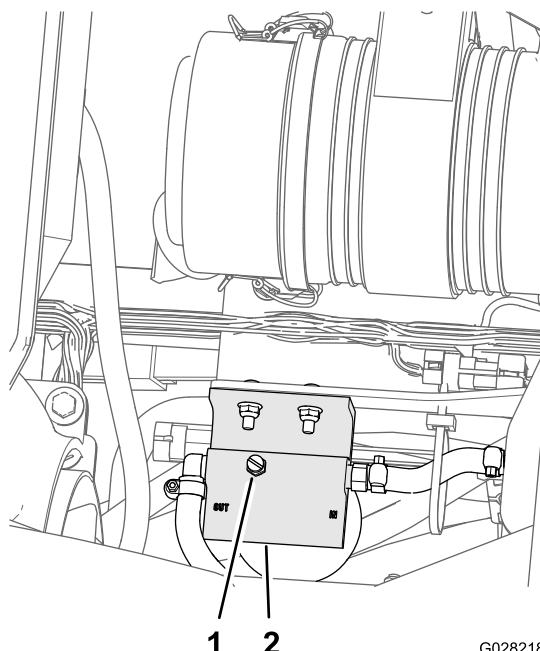

Рисунок 75
5. Ослабьте вентиляционную пробку в верхней части водоотделителя топливной системы (Рисунок 75).
7. Затяните вентиляционную пробку и поверните замок зажигания в положение Выкл. (Рисунок 75).